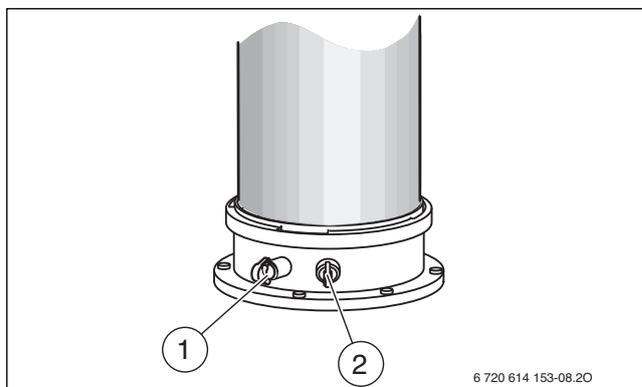

Fig. 38 Manicotto di misurazione dei gas combusti e dell'aria comburente
- ▶ Rimuovere dal manicotto di misurazione il tappo di protezione della presa di analisi dei gas combusti [1] (→ fig. 38).